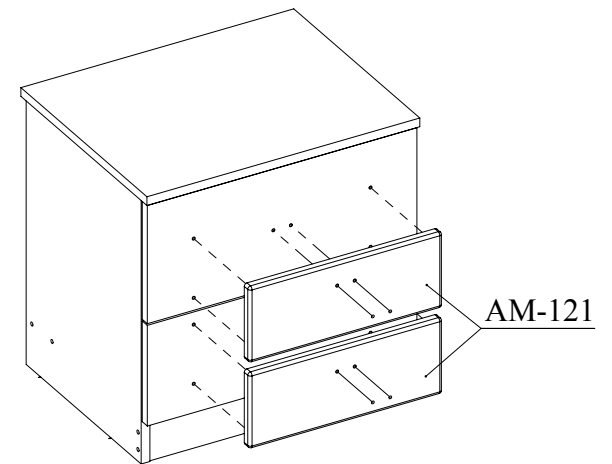

Рис.8
8. Шурупами 4x30 прикрепите фасады АМ-121 к ящикам (Рис. 8).